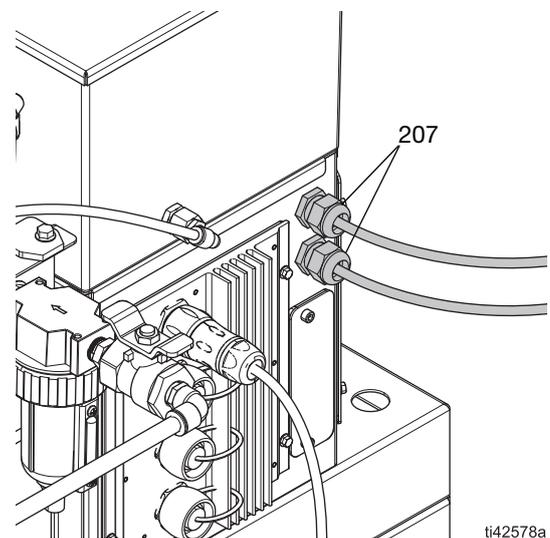

ABB. 12: Lage der E/A-Kabelverschraubung
- Ein mehradriges Kabel durch eine E/A-Kabelverschraubung führen. Siehe ABB. 12.